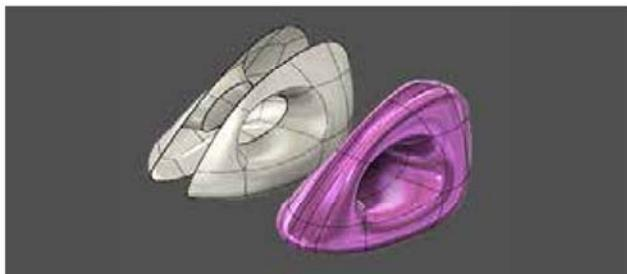

图 2-108
(6) **桥接**: 创建过渡段以连接某个实体内或两个实体之间的两个相对面。选择第一组边，然后选择第二组边，如图 2-108 所示。